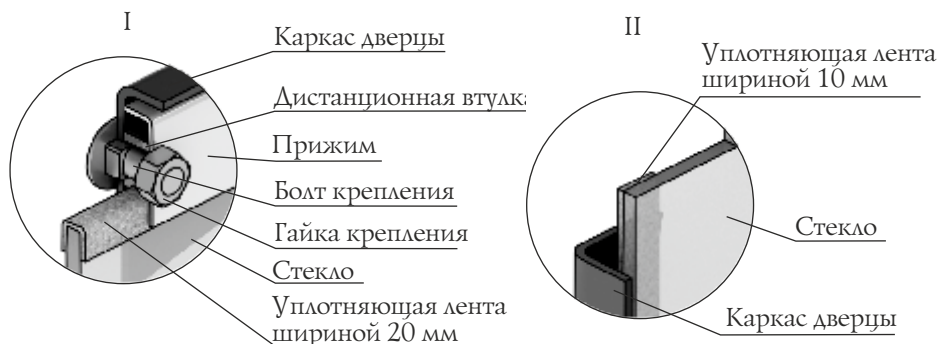

Рисунок 16. Крепление светорозрачного экрана двери модели «Витра»
1. Открутите две гайки, фиксирующие прижим (рисунок 16 и демонтируйте его и дистанционные втулки.